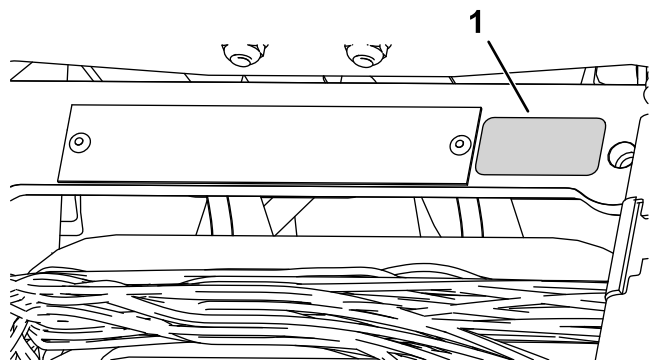

図 10
- シリアルプレートの近くに製造年デカルを貼りつける 図 10。